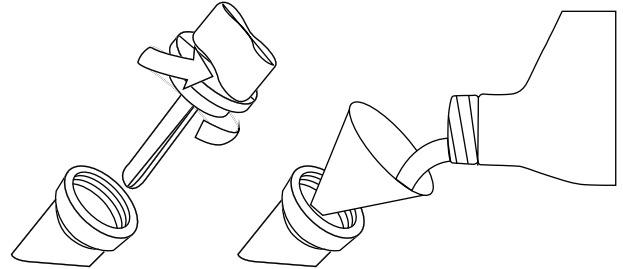

Figure 3: Entonnoir à huile
3. À l'aide de l'entonnoir et de l'huile, versez la totalité de la bouteille d'huile dans le moteur (voir Figure 3).